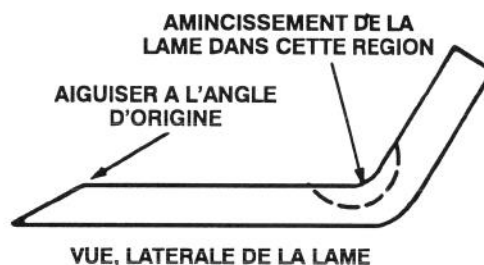

Figure 22
7. A l'aide d'une lime, aiguiser le tranchant aux deux extrémités de la lame (Fig. 22).
Vérifier la lame de coupe chaque fois que la machine est dressée sur l'arrière. Si le boulon de fixation de la lame est desserré, le serrer à 61–81 Nm. Remplacer la lame ou le bord relevé (Fig. 22) à l'extrémité de la lame s'il est usé, érodé ou fendu. Remplacer la lame si elle est tordue. Toujours utiliser les véritables lames de rechange TORO afin de garantir une sécurité et performance optimales. **NE JAMAIS UTILISER DE LAMES DE RECHANGE WILL-FIT.**